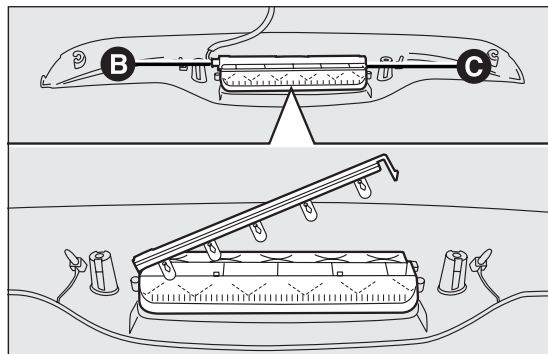

fig. 118
- scollegare il connettore elettrico B fig. 118;
- premere sul dispositivo di ritegno C fig. 118 e aprire il portalampeade;